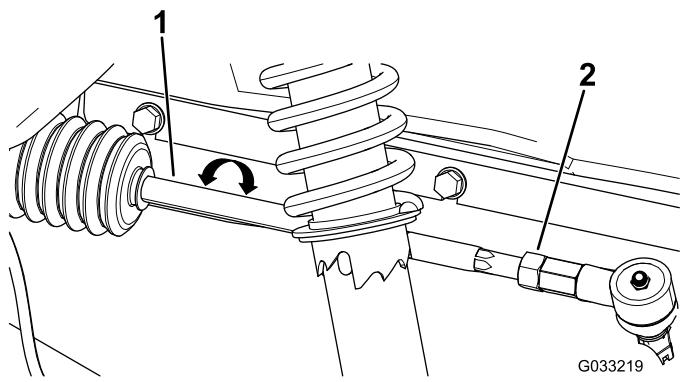

Figura 13
2. Se la misura non rientra nel campo specificato di 0-6 mm, allentate i controdadi all'estremità esterna dei tiranti (Figura 13).